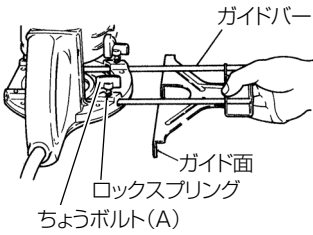

図 7
- ① 付属の 2 本のちょうボルト (A) に、それぞれ ロックスプリングを通し、ベース上面のねじ穴に取付けます。
- ② ガイドバーをベース穴へさし込みます。
- ③ ビットからガイド面までの寸法を調節します。ちょうボルト (A) を締付けます。(図 7)